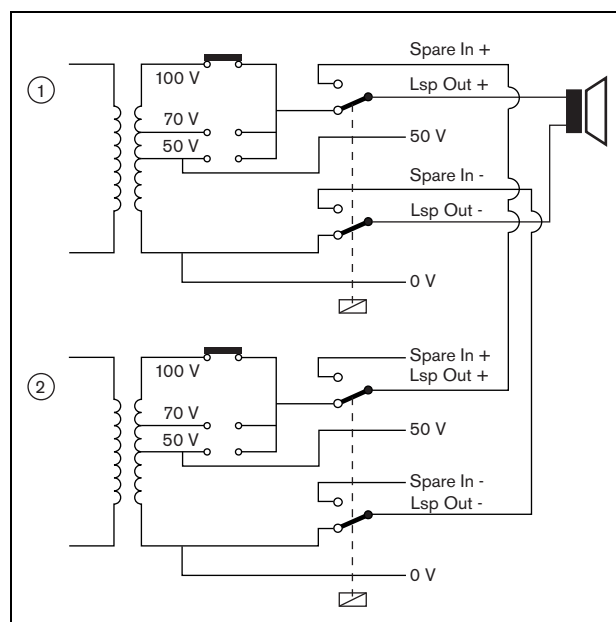
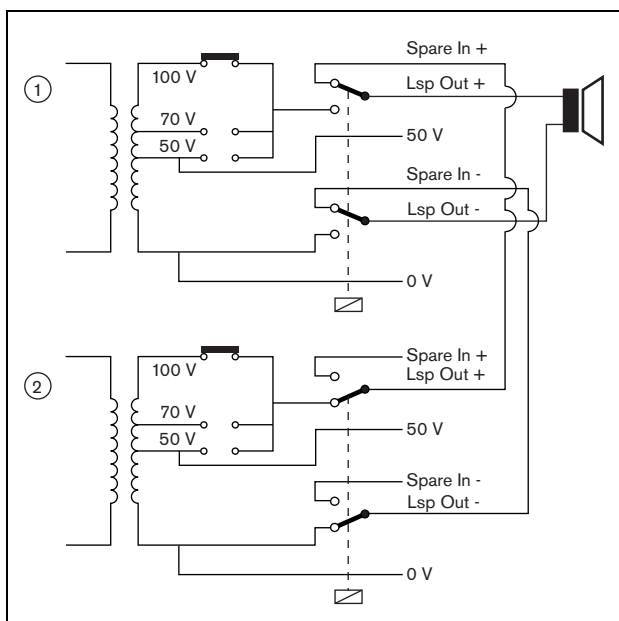

figura 9.8: Amplificatore di potenza, prima della commutazione sull'ausiliario
figura 9.9: Amplificatore di potenza, dopo la commutazione sull'ausiliario
La commutazione sull'ausiliario viene effettuata da un relè. Vedere figura 9.8 per la situazione prima della commutazione sull'ausiliario e figura 9.9 per la situazione dopo la commutazione sull'ausiliario. Fintanto che l'amplificatore di potenza principale (1) funziona correttamente, questo relè viene alimentato (vedere figura 9.8) e l'audio è instradato sulla linea altoparlanti (terminali *Lsp Out+* e *Lsp Out-*). Sull'amplificatore ausiliario (2) non viene instradato alcun audio, dal momento che non ha connessioni con nessuna linea altoparlanti.
Nel momento in cui l'amplificatore principale (1) smette di funzionare, il relè viene privato dell'energia e gli interruttori tornano nelle loro posizioni predefinite: *Spare In -* e *Spare In +* (vedere figura 9.9). Questo significa che l'uscita audio dell'amplificatore ausiliario (2) viene instradata sulla linea altoparlanti attraverso l'amplificatore principale (1). Le impostazioni di configurazione (vedere sezione 44.3) delle uscite audio vengono trasferite dall'amplificatore di potenza principale a quello ausiliario. Le impostazioni di